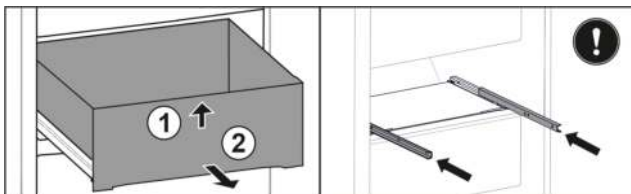

Fig. 78
- ▶ Schubfach vorne anheben. Fig. 78 (1)
- ▶ Schubfach nach vorne entnehmen. Fig. 78 (2)